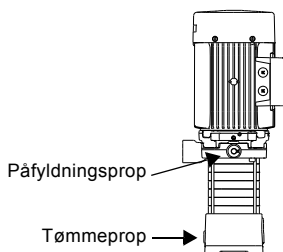

Fig. 4 Påfyldningsprop og tømmeprop
3. Afmonter påfyldningsproppen. Se fig. 4.
Fjern påfyldnings- og tømmepropperne. Se fig. 4. Monter først propperne når pumpen atter skal i drift.